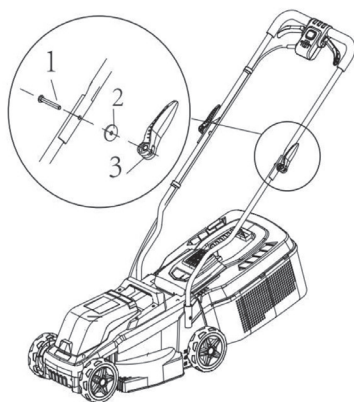

Рис. 3
Присоедините рукоятку управления к стойкам, совместив отверстия, проденьте болты (1) в отверстия, установите шайбы (2) и зафиксируйте рукоятки быстросъёмными фиксаторами (3) (рис. 3). Накручивайте фиксаторы постепенно, в положении, перпендикулярном рукояткам. После нескольких витков опускайте ручку фиксатора к рукояткам, чтобы эксцентрик и позволил закрыться, и части рукояток были плотно зафиксированы.